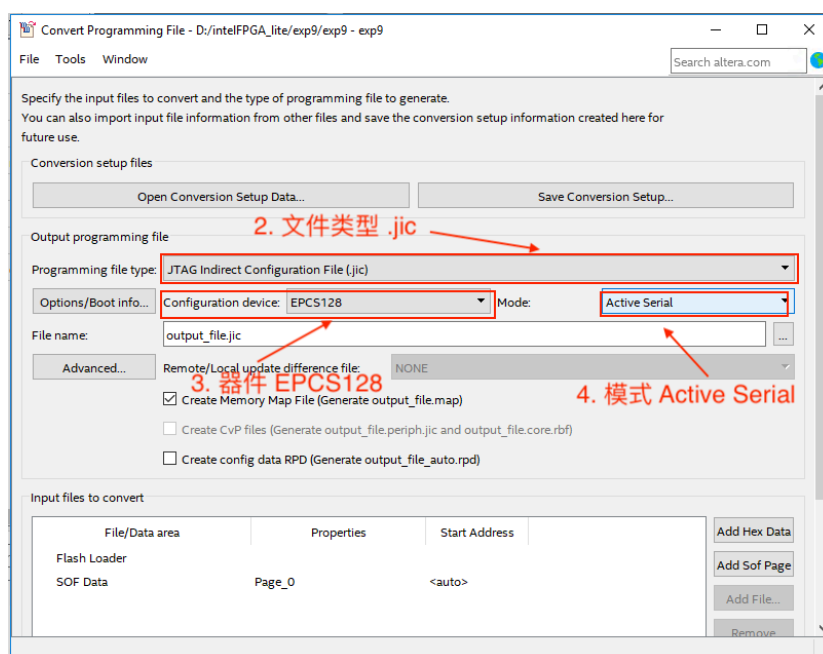

图 1-1: 文件转换初始界面
1. 选择 **File→Convert Programming Files ...**，出现如图 1-1 的配置界面。